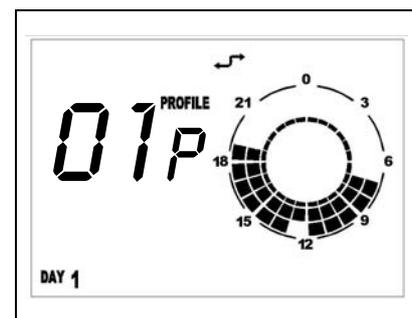

Figura 19
- Sul display in alto a destra comparirà la scritta **PROFILE** e il numero del profilo selezionato lampeggiante (Figura 19).